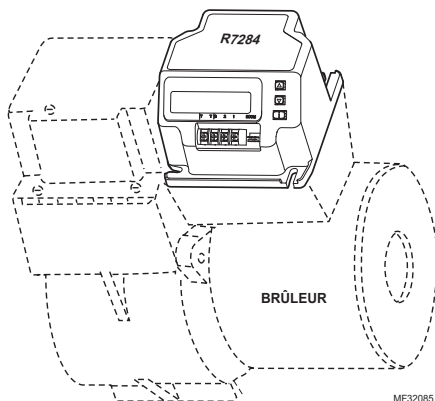

Fig. 1. Montage du R7284 sur le boîtier de raccordement.
1. Monter un boîtier de raccordement de 4 x 4 po directement sur le brûleur principal ou dans l'armoire de l'appareil. Pour les applications de remplacement, effectuer le montage au même endroit que l'ancien régulateur. Voir la Fig. 1. S'assurer que les températures de fonctionnement sont comprises dans la plage de température ambiante (voir la section Caractéristiques).